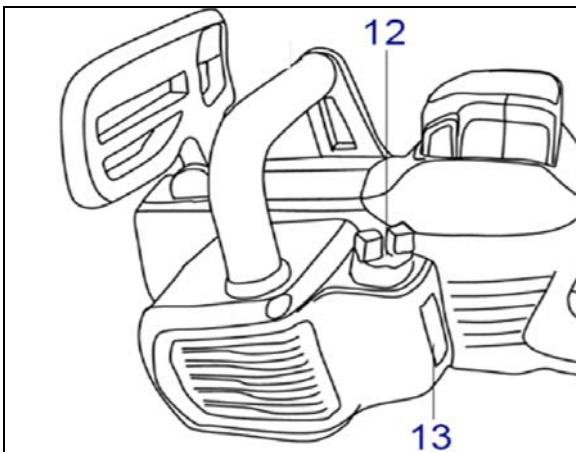

Abb.6
- Bereich um den Öltankdeckel (Abb. 6) reinigen und diesen anschließend öffnen.